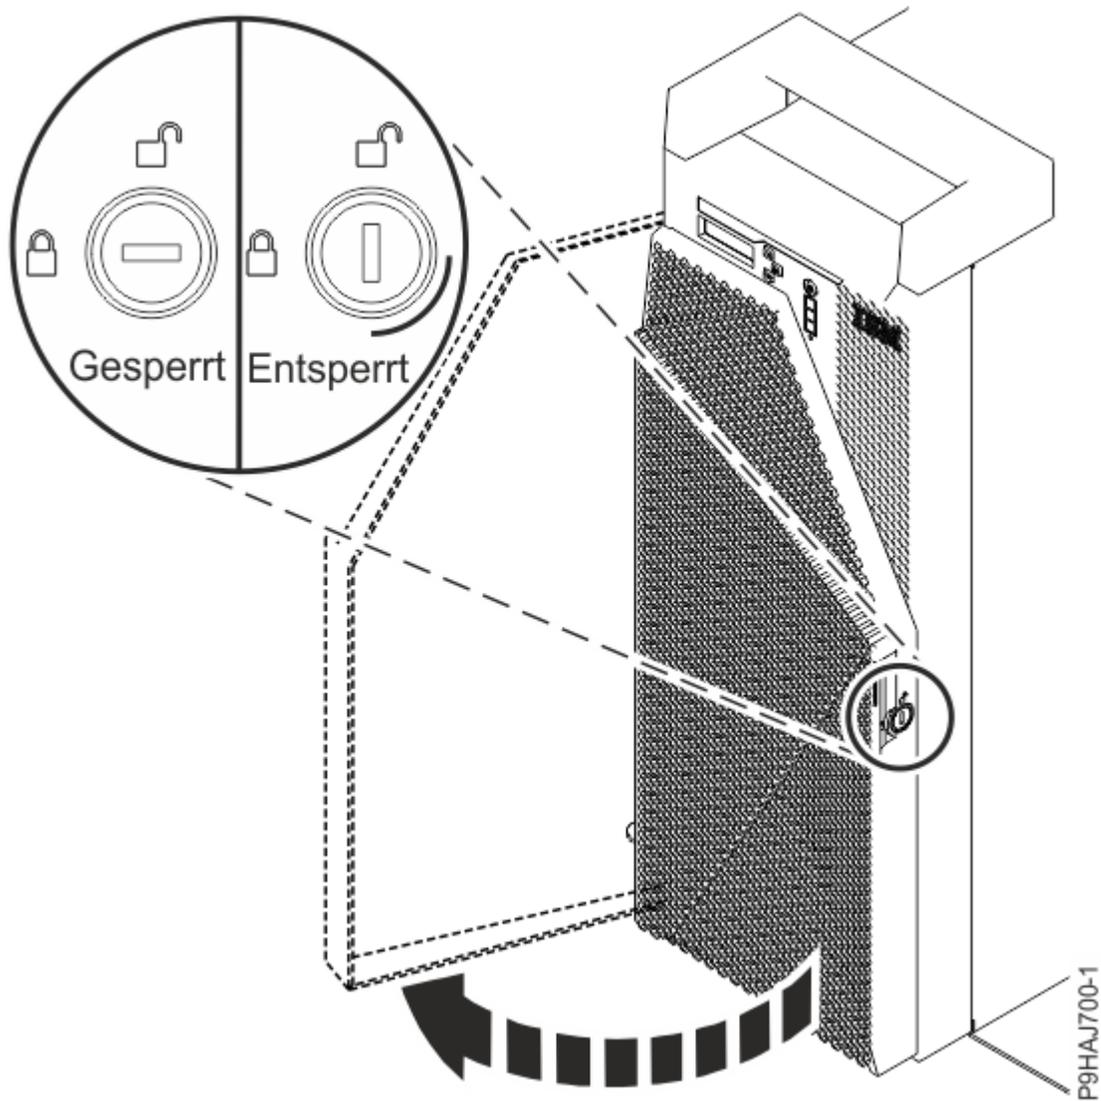

Abbildung 2. Vordere Klappe entsperren
- a) Stecken Sie den Schlüssel der vorderen Klappe in das Schloss (siehe Abbildung 2 auf Seite 3). Drehen Sie den Schlüssel nach links (gegen den Uhrzeigersinn), um die Klappe zu entsperren. Horizontal bedeutet, dass die Klappe gesperrt ist; vertikal, dass sie entsperrt ist. Öffnen Sie die vordere Klappe.